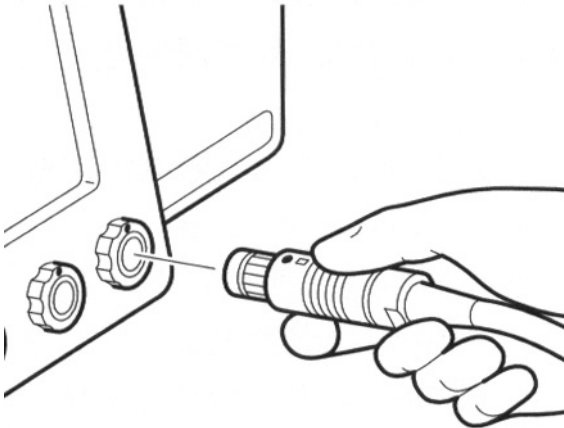

Abbildung 2: Anschließen des Handstücks an die Shaverkonsole
2. Den Kabelstecker vorsichtig in den Anschluss einschieben. Er rastet ein (siehe Abbildung 2). (Zum Abziehen des Kabels den Kabelstecker an seiner Manschette fassen und ziehen.)